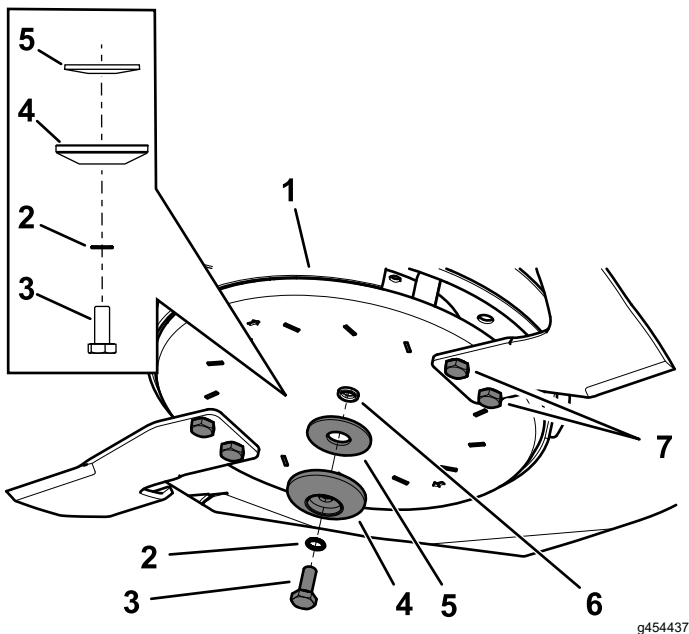

Figura 105
2. Retire del eje de la cuchilla el perno de la cuchilla, la arandela dentada, la pieza de sujeción de la cuchilla y la arandela curva (Figura 105).
3. Retire el conjunto de las cuchillas (Figura 105).